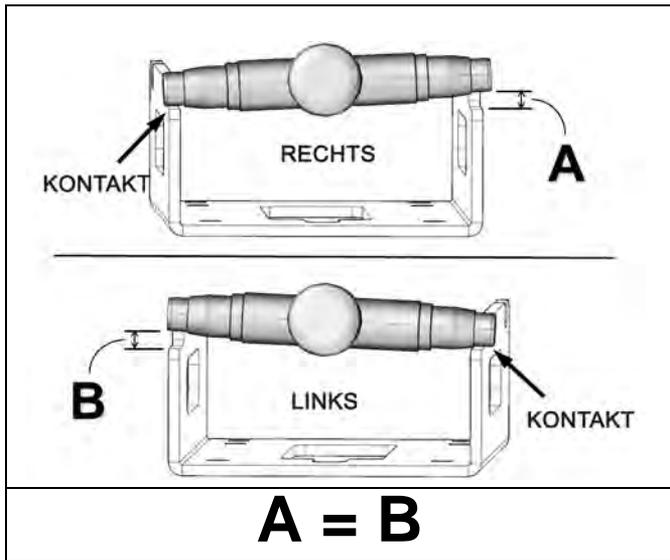

Abbildung 44
Überprüfen Sie den Spielraum, indem Sie die beiden an der Vorderradachse angebrachten Nylon-Kabelbinder entfernen. Halten Sie ein Achsende am Ausrichtwerkzeug, drehen Sie die Kettenspanner-Baugruppe von Hand und bestimmen Sie den Abstand (A) zwischen Achse und Werkzeug. Bestimmen Sie den Abstand (B) auf der anderen Seite. Der gesamte Spielraum muss auf beide Seiten gleich verteilt sein. Siehe Abbildung 44